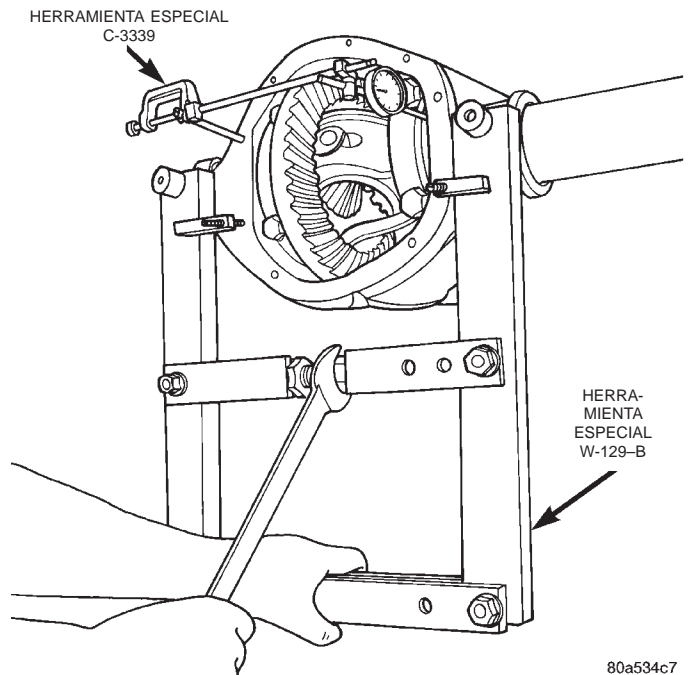

Fig. 34 Caja del eje abierta
(9) Separe el cárter lo suficiente como para retirar la caja del cárter. Mida la distancia con el indicador de cuadrante (Fig. 34).
(3) Separe el cárter lo suficiente como para instalar la caja del cárter. Mida la distancia con el indicador de cuadrante (Fig. 34).
(4) Retire el indicador de cuadrante.
(5) Instale la caja del diferencial al cárter. Asegúrese de que las cubetas de cojinete se mantengan en